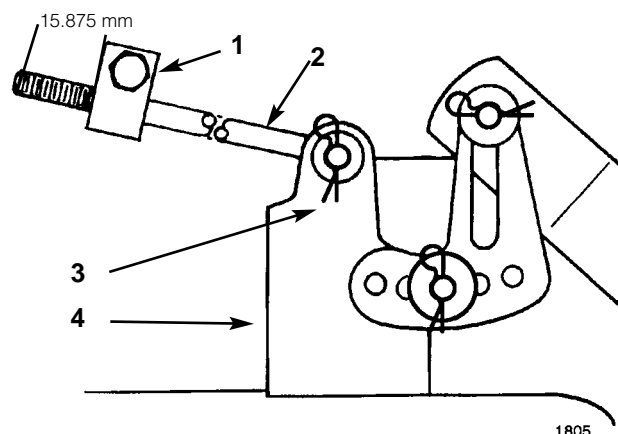

Fig. 51
6. Misurate la lunghezza dell'asta che sporge davanti al blocco di regolazione ai lati del telaio (Fig. 51). Se la lunghezza dell'asta non è di 15,875 mm, togliete la coppiglia a forcina e la rondella dall'estremità dell'asta (Fig. 51) e girate l'asta fin quando non otterrete la dimensione 15,875. Inserite quindi l'estremità dell'asta nel foro dell'attacco del tosaerba e fissate in posizione con la rondella e la coppiglia a forcina. Ripetete questa operazione dal lato opposto del tosaerba.